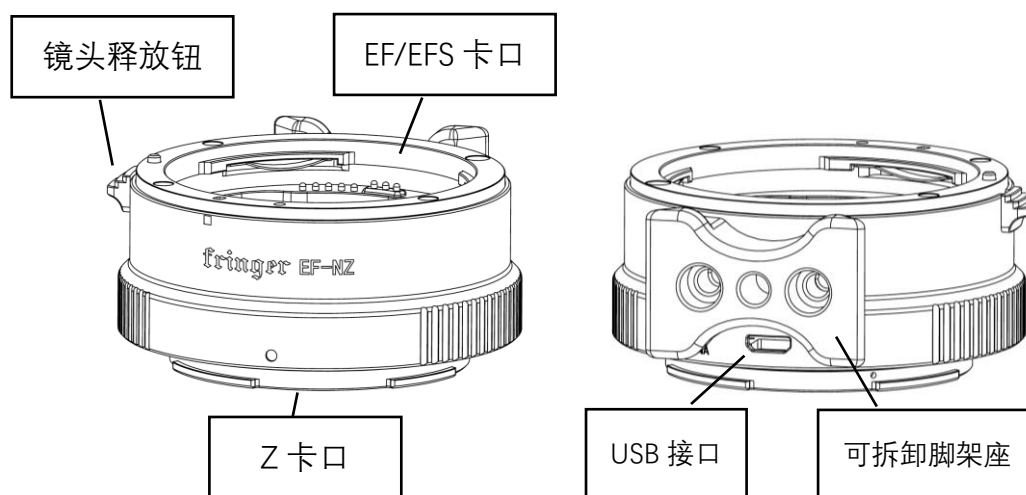

图 1. Fringer EF-NZ 转接环示意图
- 3) 取下转接环底部脚架座旁的 USB 插座（参见图 1）上的防尘塞，将 Micro USB 电缆一端插入，插头的方向不要插反，轻轻插到底。